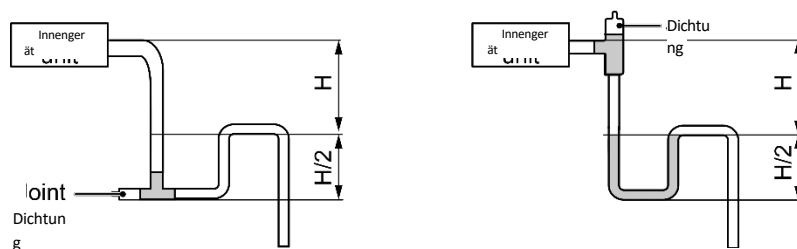

Abb. 4.3.5
- 5 Installieren Sie den Siphon wie in der folgenden Abb. 4.3.5 dargestellt.